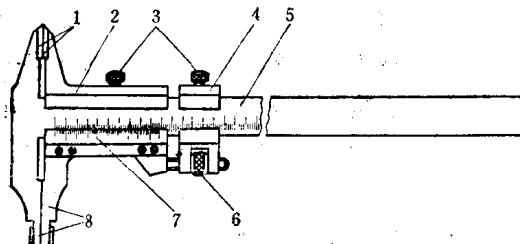

图1-34 游标卡尺的结构和组成
(3) 游标卡尺 游标卡尺结构简单、使用方便、量程较大，所以应用很广。游标卡尺按量程可分成0~125、0~200、0~300mm及量程大于300mm等几种。现以量程为0~200mm的游标卡尺为例简述其结构与读数方法，见图1-34。